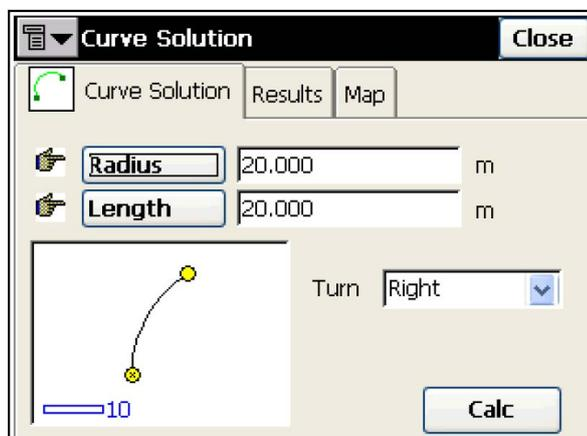

Рисунок 8-7. Решение кривой
1. Выберите параметр кривизны круговой кривой (Радиус, Угол хорды или Угол кривой), параметр длины (Длину, Хорду, Касательную, Биссектриса, Домер) и угол поворота (рис. 8-7).